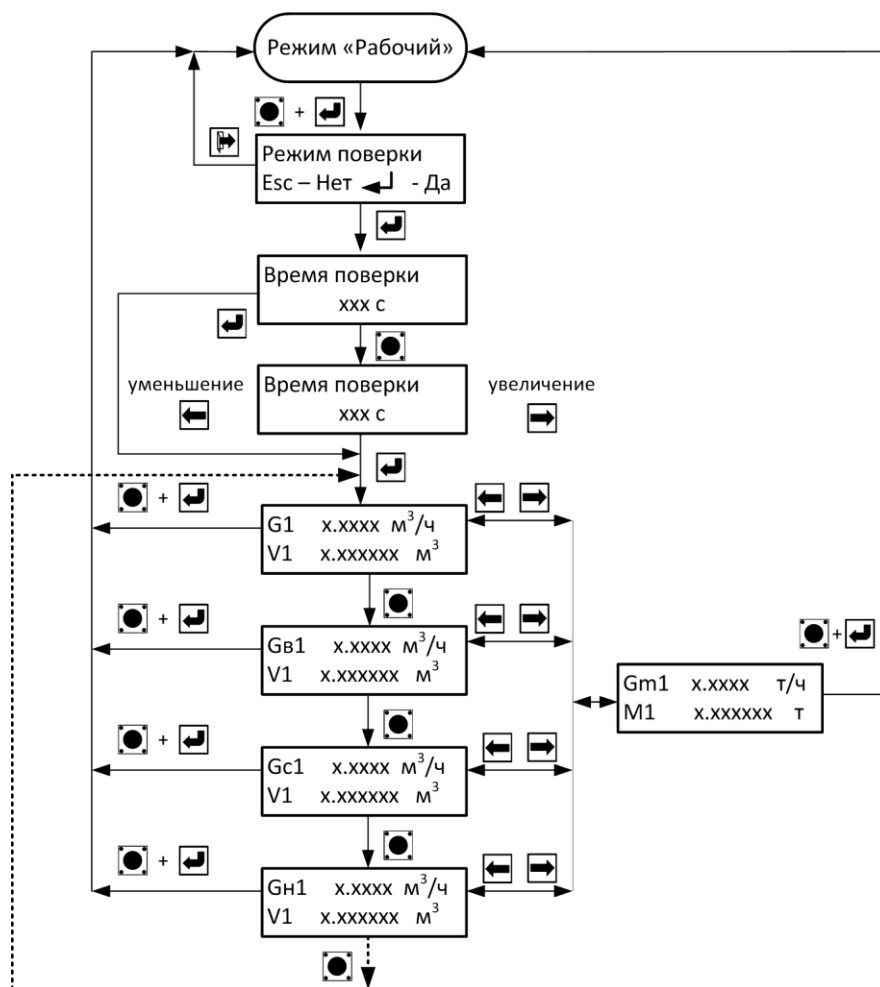

Рис. 9.1
9.2.1 Для входа в режим работы расходомера «Поверка» необходимо **одновременно** нажать кнопки «служебная» и «вход». Для выхода из режима поверки необходимо, находясь в любом окне режима «Поверка», **одновременно** нажать кнопки «служебная» и «вход». Порядок перехода между окнами режима «Поверка» изображен на рис. 9.1.